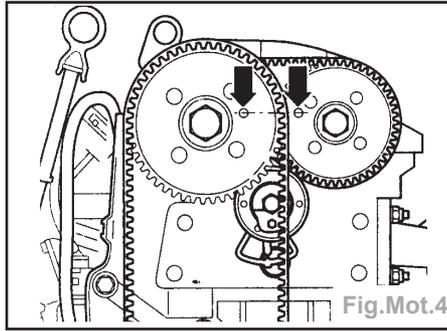

Fig.Mot.4
- Les alésages de blocage aménagés dans les pignons des arbres à cames doivent coïncider avec les alésages d'ajustage dans le carter d'arbres à cames (Fig.Mot.4).